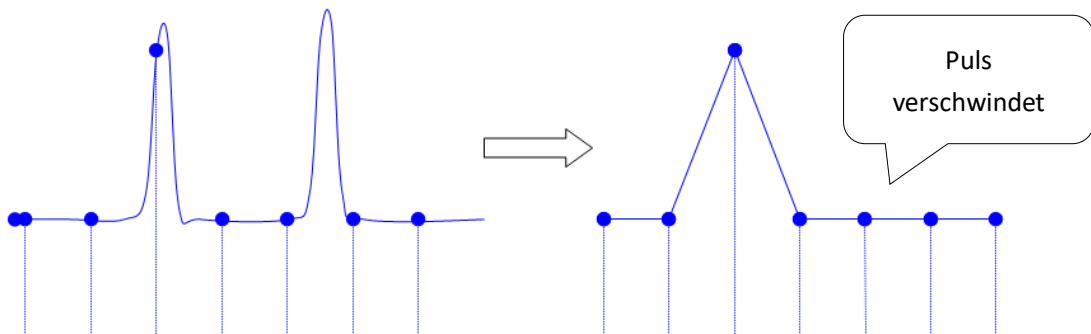

Abbildung 10-3
■ **Fehlende Wellenform:** Aufgrund der niedrigen Abtastrate gibt die Wellenform nicht alle tatsächlichen Signale wieder, wie in Abbildung 10-3 gezeigt.